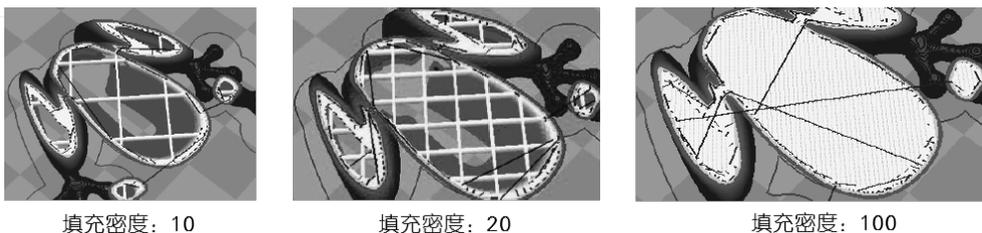

图 3-89 不同填充密度的区别
- 填充密度：该数值在 0~100 之间，表示不同的填充密度。打印实心模型即为 100，空心物体为 0，通常为 20。该参数不会影响模型的外观，它一般用来调整物体的强度和手感（空心模型质量比预想的轻）。具体差别如图 3-89 所示。